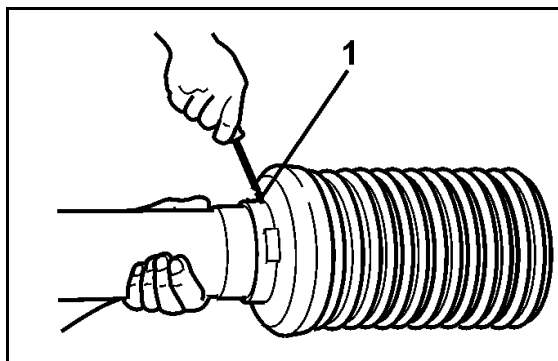

Fig. 52
6. Løsn smøreniplerne (Fig. 52/1) og sæt kraftoverføringsakslen på (Fig. 52/2).
7. Fastgør koblingsnavet (Fig. 52/3) med en brydebolt (Fig. 52/4).
8. Skru smøreniplen fast (Fig. 52/1).